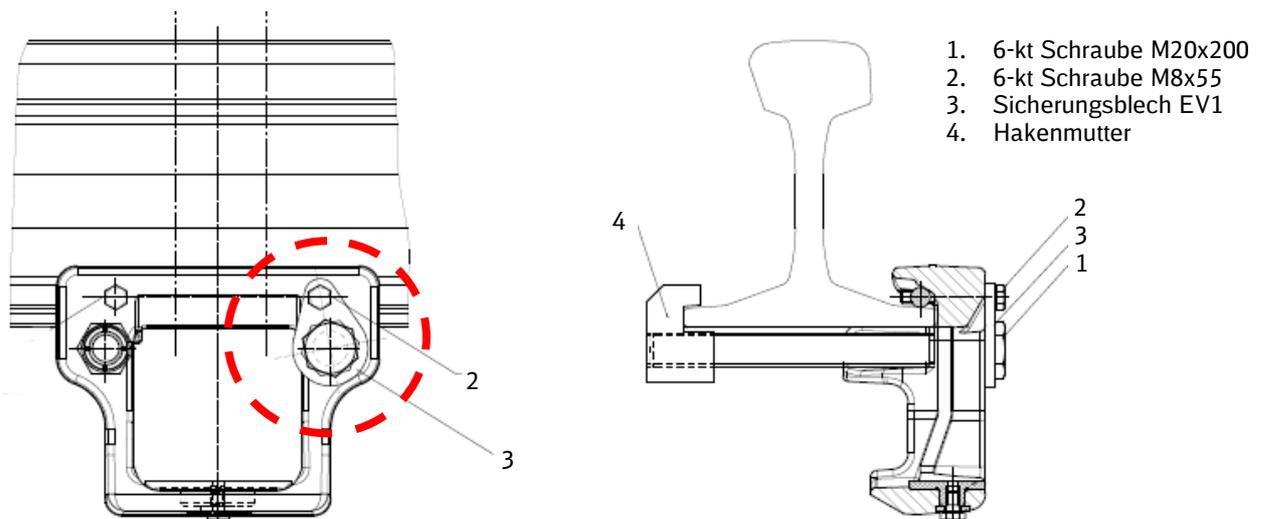
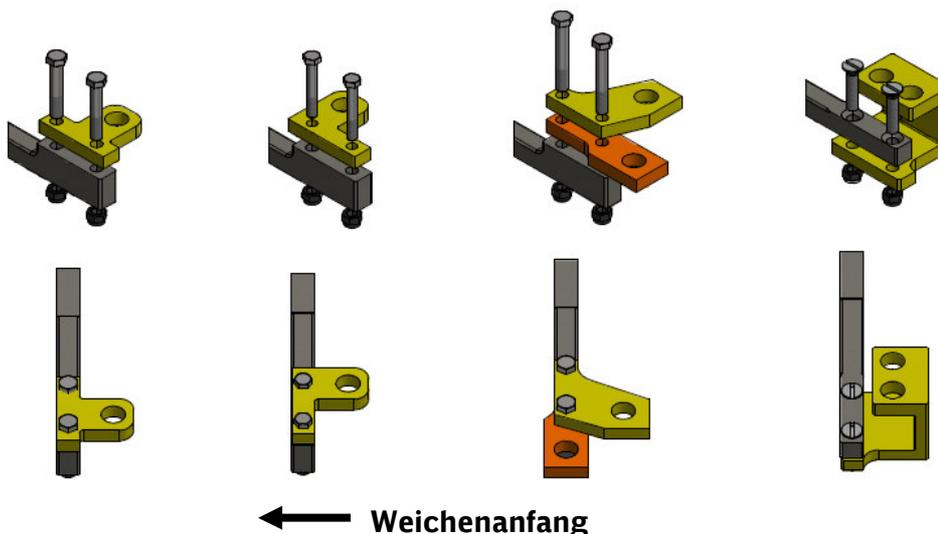

Bild 17 Verschlussstückbefestigung bei SpV bei mechanisch gestellten Weichen
Bild 18 Montage der Seitenangriffe in Weichen ohne Verschlusschwellen, dargestellt rechte Seite
Die Anbindung von Stell- und Winkelhebelanschlussstange am Spitzenverschluss bei mechanisch gestellten Weichen erfordern spezifizierte Verschlussbauformen (z.B. EVZ 54-2m). Diese haben angepasste Schieberstangen und Seitenangriffe (siehe Bild 18) sowie eine veränderte Verschraubung des Verschlussstücks mit Verdrehsicherung im Bereich des Seitenangriffs (Bild 17).
- Die Seitenangriffe für die Winkelhebelanschlussstangen sind bei Weichen ohne Verschlusschwellen generell Richtung Weichenende anzuordnen (Bild 18).
- Seitenangriffe für Winkelhebelanschlussstangen an Weichen ohne Verschlusschwellen werden mit dem Verschluss mitgeliefert (Bild 18).